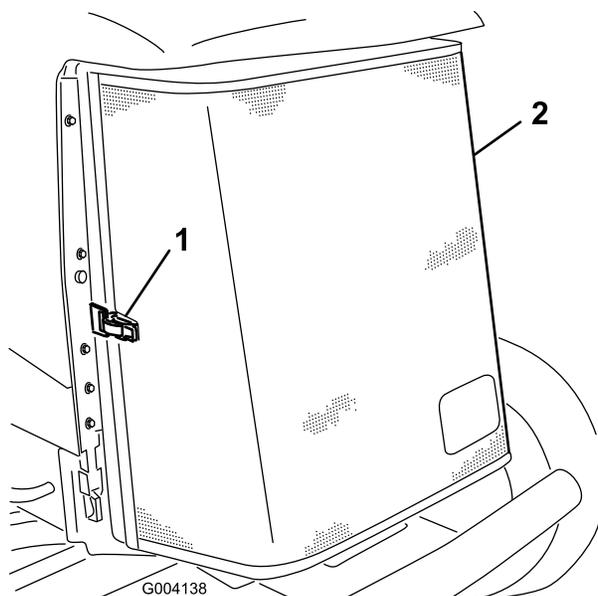

Figura 71
3. Desprenda a braçadeira e articule para abrir o painel traseiro (Figura 71).